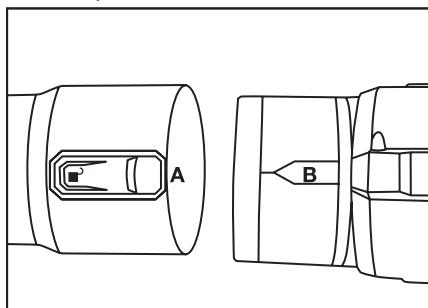

Рис. 2 Установка напорной трубы
2. Установите напорную трубу как показано на Рис. 2. Для этого совместите направляющую В на выходном патрубке воздуходувки и фиксатор А напорной трубы и наденьте трубу до щелчка фиксатора.